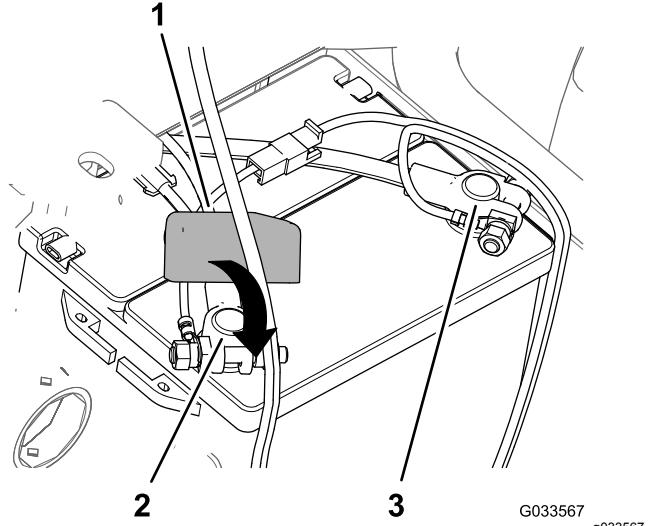

**Bild 31**
6. Befestigen Sie den Kabelschuh des durch die Schmelzsicherung geschützten Verbindungsteils (Kabelbaum des Sprühfahrzeugs) am Stift der Polschraube, die Sie mit einer Klemmmutter am Pluskabel der Batterie befestigt haben (Bild 31).
7. Befestigen Sie den Kabelschuh des Minuskabels (schwarz, Kabelbaum des Sprühfahrzeugs) am Stift der Polschraube, die Sie mit einer Klemmmutter am Minuskabel der Batterie befestigt haben (Bild 31).